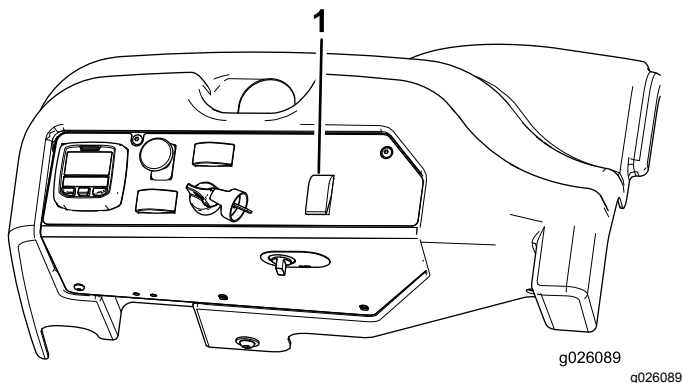

Figura 59
1. Presione el interruptor de selección de la dirección a la posición de la dirección a 4 ruedas hacia atrás (Figura 59).